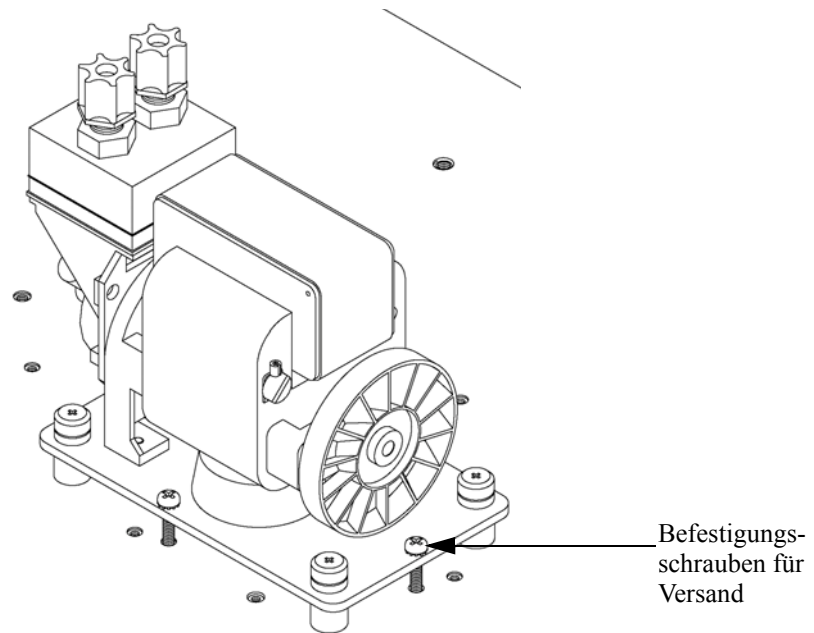

Abb. 2-2. Fixierschrauben für Versand entfernen
4. Entfernen Sie die 3 Schrauben, die zur Befestigung des Gerätes während des Transports dienen (**Abb. 2-2**).